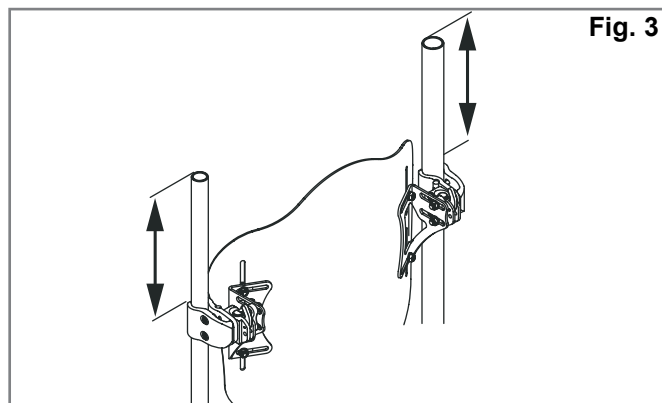
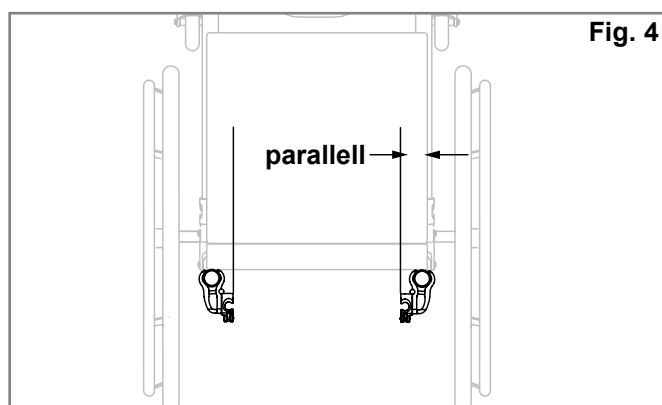

Fig. 3
Fig. 4
Instruktioner för montering av fästena (Fig. 3, 4, 5)
2. Fastställ önskad placering för fästena på stolens ryggrör. Fästena ska vara på ungefär samma höjd på vardera ryggrör (Fig. 3) och parallella med sitsramen (Fig. 4). Högre placering på ryggrören är generellt bättre.